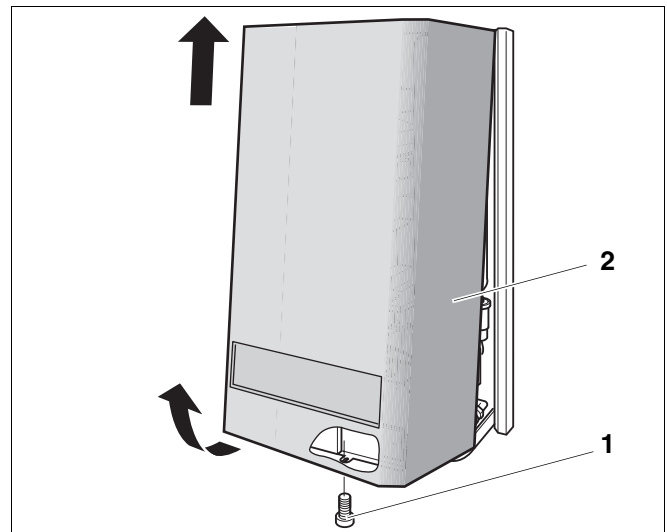

Fig. 3 Scoaterea panourilor
- Se desface șurubul de fixare (Fig. 3, Poz. 1).
- Se scoate panoul (Fig. 3, Poz. 2).